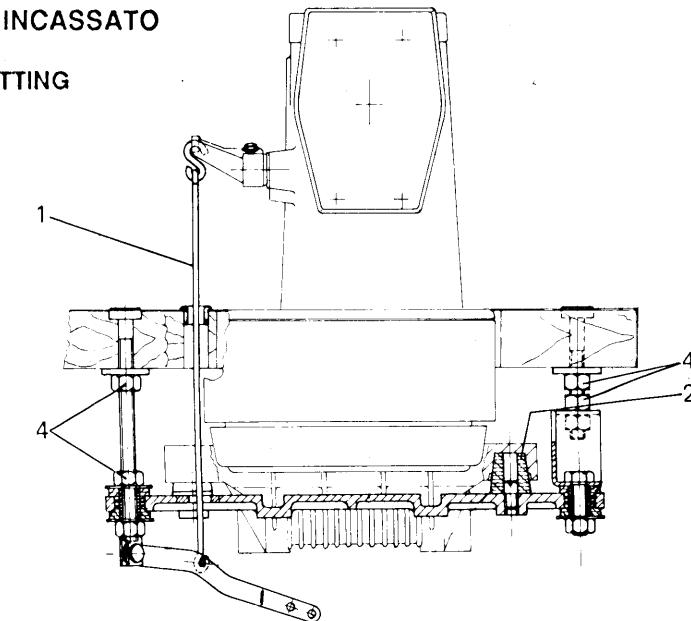

Fig. 1
2. piazzare la macchina sul bancale, centrando le sedi coniche ricavate nelle orecchiette della bacinella sui quattro tamponi ammortizzatori 2 (fig.1).
3. collegare il tirante 1 (fig. 1) alla leva alza piedino della macchina.
6. livellare la testa della macchina affinchè la cinghia si trovi sul piano normale agli assi delle pulegge e al centro delle loro gole. Per l'operazione di livellamento, quando la testa è piazzata fuori tavola, agire sui perni sostegno testa 3 (fig.1), avendo cura di bloccare gli appositi dadi. Per la stessa operazione, quando la testa è piazzata a filo tavola, agire sui dadi 4 (fig.1) dei bulloni che portano la piastra e la staffa.
2. Place the machine on the stand, centering the conical housings of the sump lugs on the four shock absorbers 2 (fig.1).
3. Connect stay-rod (fig.1) to machine presser foot lifter lever.
6. Level the machine head so that the belt is perpendicular to the pulley axes and thus centered in their races. For the levelling operation when the head is set outside the table, adjust the head support pins 3 (fig.1), making sure to lock them again afterwards with the relative nuts. For the same operation when the head is set level with the table, adjust nuts 4 (fig.1) of bolts holding plate and bracket.